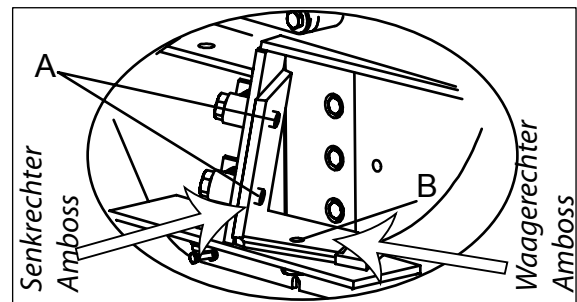

Bild 16. Befestigungsschrauben am Amboss
entfernen. Die Befestigungsschraube (B) für den waagerechten Amboss befindet sich unter der Zufuhröffnung, siehe Bild 16.
1. Befestigungsschrauben der Ambosse M16 (A) und (B) lösen, siehe Bild 16.